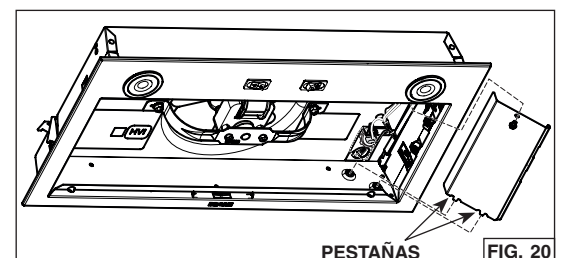

FIG. 20
2. Vuelva a colocar la tapa del compartimiento eléctrico; asegúrese de que las pestañas de la parte inferior estén insertadas en su ubicación sobrelevada. Sujetarla a la campana usando su tornillo de sujeción (FIG. 20).